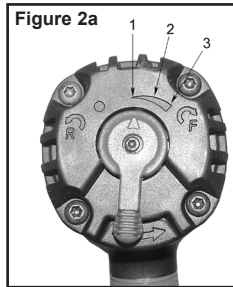

Figure 2a
- Adjust the torque on the impact wrench by turning the torque regulator knob clockwise to the desired torque setting (1 = minimum torque/ 3 = maximum torque) (see Figure 2a). Set the torque regulator knob to 3 (maximum setting) to remove nuts.
- justez le couple sur la clé d'impact en tournant le bouton de régulateur de couple dans le sens des aiguilles d'une montre à l'arrangement désiré de couple (1 = couple minimum / 3 = couple maximum) (see Figure 2a) . Réglez le bouton de réglage du couple à la position 3 (réglage maximum) pour desserrer les écrous. **REMARQUE :** *Ne vous servez pas de la clé à chocs pour régler le couple. Servez-vous tou jours d'une clé dynamométrique pour régler le couple.*